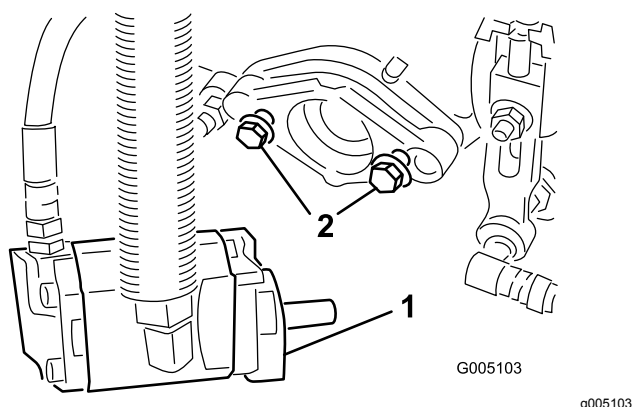

Figura 10
montagem do motor da transmissão do cilindro (Figura 10).
9. Aperte os parafusos de montagem (Figura 10).